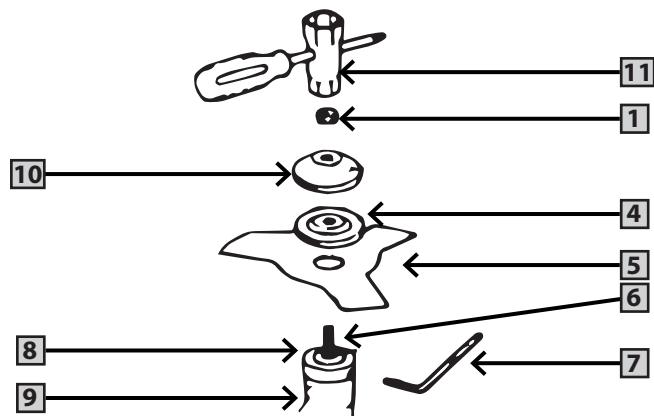

Рисунок 4.3
- 1 Установите на выходной вал редуктора (6) внутренний, а затем прижимной фланец (рис. 4.3).